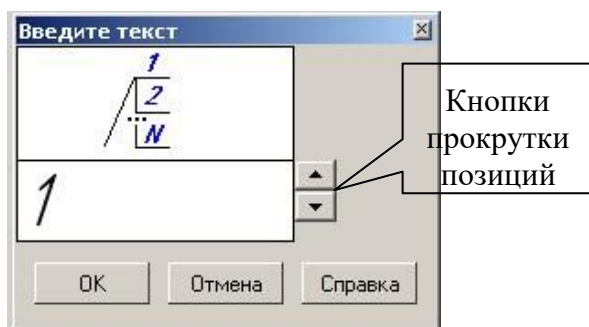

Рис. 1
30. При работе с командой Обозначение позиций в системе КОМПАСГРАФИК 9.0, какие действия необходимо осуществить в диалоговом окне «Введите текст» (рис. 1), чтобы на линии обозначения позиций составных частей сборочного чертежа кроме позиции № 1 появилась текстовая надпись
- а) Щелкнуть один раз мышью на верхней кнопке прокрутки позиций (рис. 1), а затем нажать кнопку [ОК] в данном диалоговом окне.
- г) Последовательно нажать клавишу [Enter] на клавиатуре и дважды щелкнуть мышью на верхней кнопке прокрутки позиции (рис. 1), а затем нажать кнопку [ОК] в данном диалоговом окне.
а) Геометрическую фигуру представленную на рис. 1, б.
б) Геометрическую фигуру представленную на рис. 1, в.
в) Геометрическую фигуру представленную на рис. 1, г.
г) Все геометрические фигуры, представленные на рис. 1, можно отредактировать в системе КОМПАС-ГРАФИК 9.0 при помощи команды Симметрия.